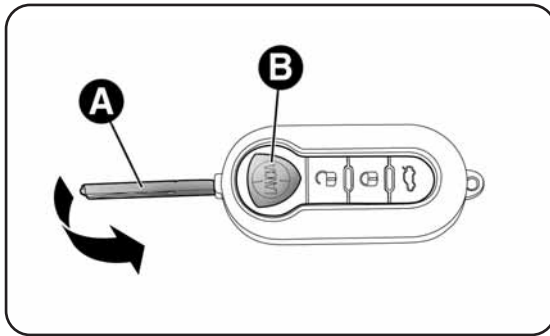

fig. 11
## CLÉ AVEC TÉLÉCOMMANDE fig. 11
*Appuyer sur le bouton B-fig. 11 uniquement lorsque la clé est éloignée du corps et plus particulièrement des yeux et des objets susceptibles d'être détériorés (par exemple les vêtements). Ne pas laisser la clé sans surveillance pour éviter toute manipulation intempestive (par des enfants, notamment).*